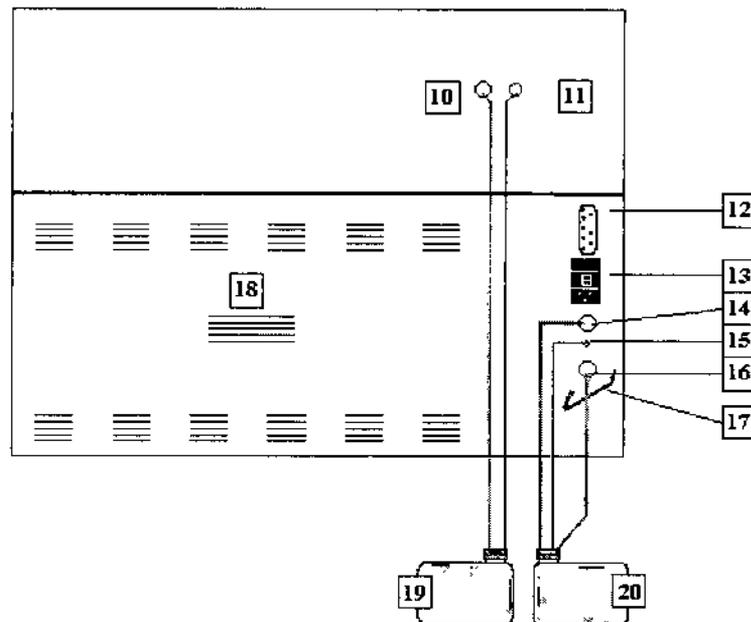

Figura 11: Panel posterior del aparato con sus conexiones
El pipeteador se conecta a la jeringa a través de un tubo (1000 µl) localizado en el panel trasero del aparato, y al contenedor del líquido de sistema a través de la puerta del líquido del sistema (Figura 11 (10)). El pipeteador se rellena automáticamente con líquido de sistema durante cada ciclo.
El líquido de desecho se evacua a un frasco de vacío situado en el cajón a continuación se bombea hacia el contenedor principal de desechos (consulte la Figura 11).
Los dos pequeños frascos situados en la parte posterior del cajón inferior también son utilizados por el módulo de lavado. Uno es el frasco de vacío y recibe el líquido de desecho del lavador. El líquido de desecho es bombeado a continuación hacia el contenedor de desechos principal a través de la salida de desechos del panel posterior (Figura 11 (14)). El segundo frasco es un frasco de seguridad (frasco de espuma) utilizado como protección en caso de rebosamiento.
El contenedor del líquido de sistema (fluido) se sitúa al lado o detrás del aparato, al que se conecta a través de un tubo (véase Figura 11). El contenedor del líquido de sistema va equipado con un sensor eléctrico de nivel.
En el aparato, el interruptor general está situado en el panel trasero (véase Figura 11). Si se sitúa frente al aparato, podrá localizar el interruptor en el lado izquierdo.